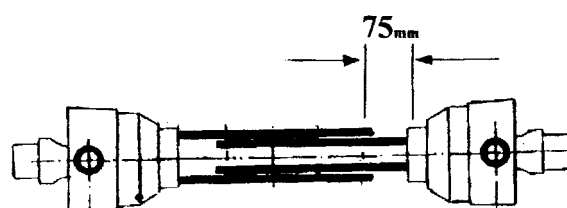

Fig. 10
- (b) Assurez-vous qu'il existe un écart de 75 mm pour les tubes et les dispositifs de protection (Fig. 10). Si ce n'est pas le cas, coupez les deux sections à la longueur voulue avec une scie à métaux et ébarbez les bords avec une lime ronde.